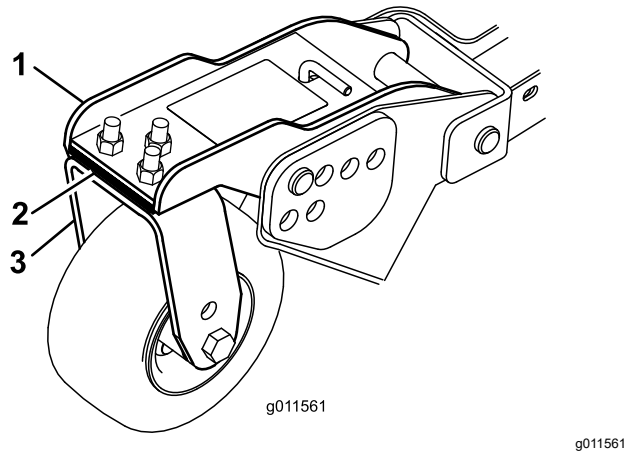

Bild 33
3. Stellen Sie die Beilagscheiben (3 mm) an den vorderen Laufradgabeln auf die entsprechende Schnitthöhe auf dem Aufkleber ein (Bild 33).
Kante des Frontmäherwerks zu hoch ist, entfernen Sie eine Beilagscheibe (3 mm) von der Unterseite des vorderen inneren Laufradarms am Mähwerk (Bild 33).